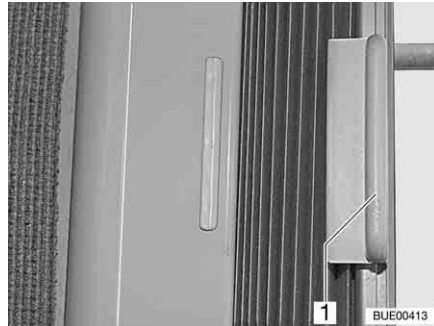

Fig. 38 Dispositif occultant plissé
- Tenir le dispositif occultant plissé par la poignée (Fig. 38,1) et pousser vers la gauche ou la droite.